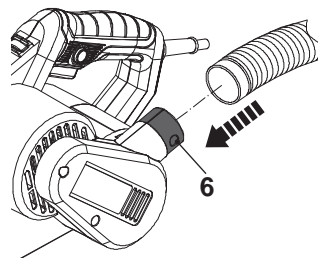

Fig. 10
De forma alternativa, se puede conectar un sistema de extracción de polvo o una aspiradora adecuada a la salida de extracción de polvo (6) para conseguir una zona de trabajo más limpia y segura (Fig. 10).